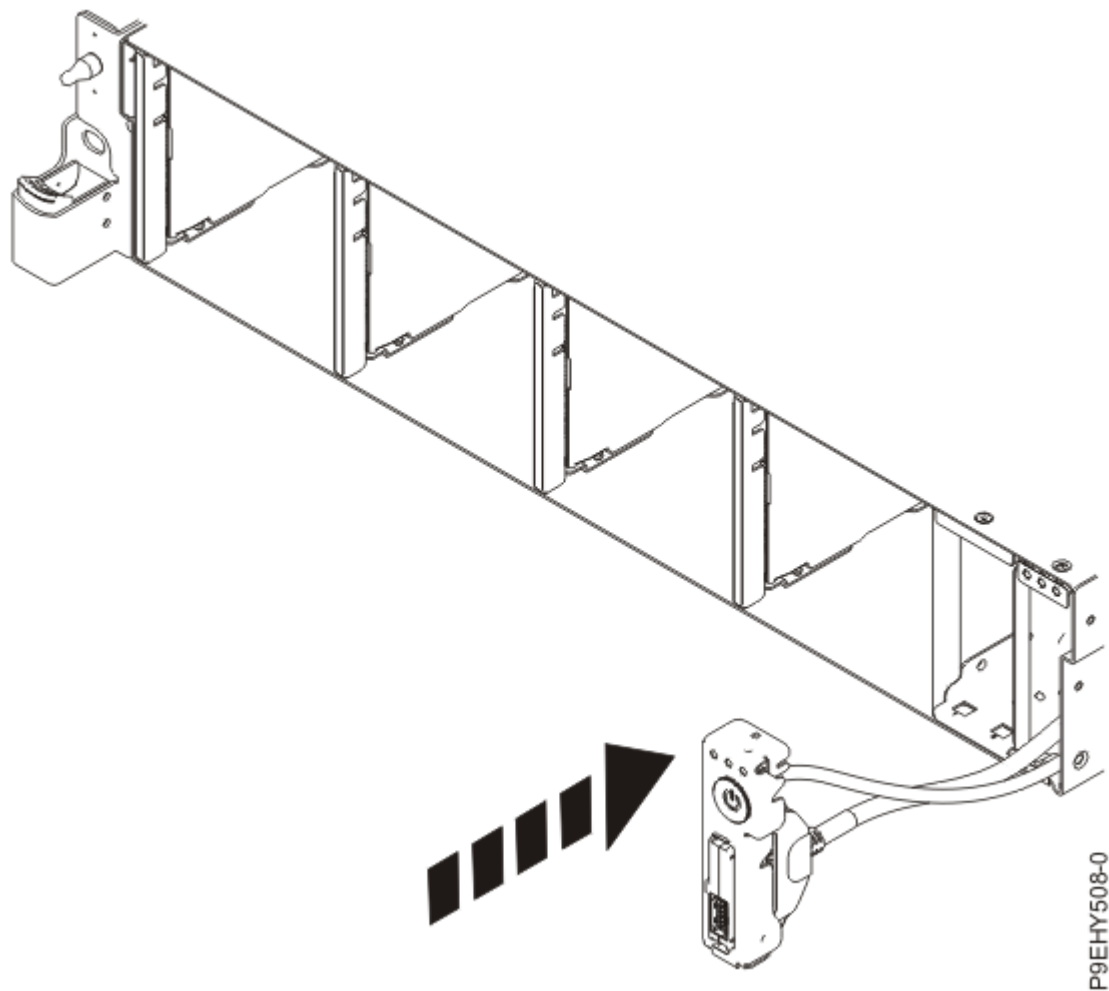

Figura 174. Sustitución del cable USB frontal en la placa posterior del sistema
4. Inserte el cable USB y el interruptor de alimentación y cable en el sistema, tal como se muestra en la Figura 174 en la página 193. Vaya con cuidado al hacer pasar los cables a través de la placa posterior del sistema.